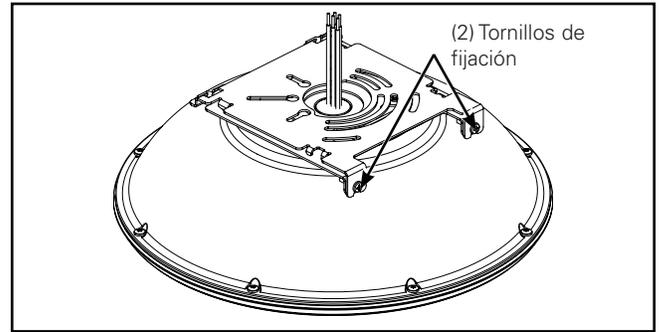

Figura 7.
- Afloje (sin retirar) los dos tornillos de fijación. Deslice hacia adelante la placa de montaje rápido hasta soltarse de la carcasa (Figura 7).